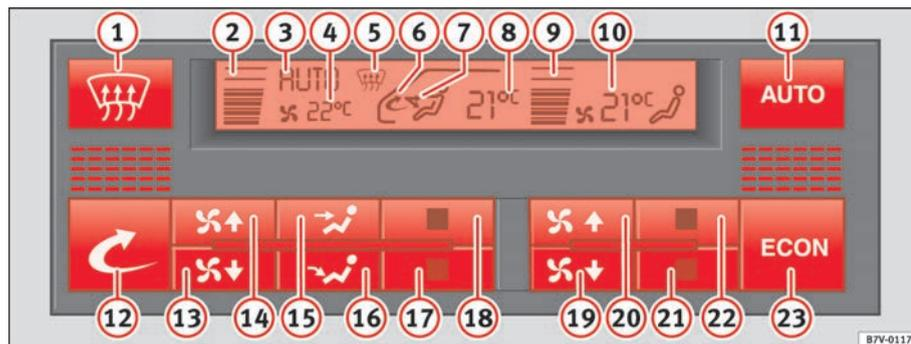

Fig. 119 Tablero de instrumentos: mandos del Climatronic
- Presione una de las teclas de la distribución de aire ⇒ **página 164, fig. 119**  o  o pulse repetidas veces una de las teclas de temperatura  o . La indicación **(AUTO)** se apaga.
- Pulse la tecla ⇒ **página 164, fig. 119**  para conectar o desconectar la recirculación de aire. Está conectada si aparece el símbolo   en la pantalla.